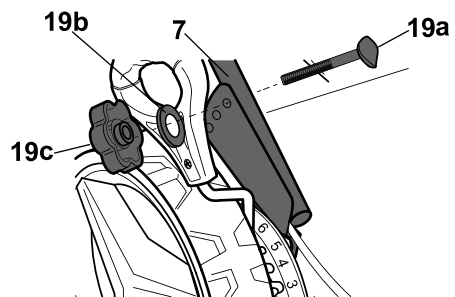

Fig. 3
5. Fixer la poignée inférieure (7) sur le support de poignée (20) avec les kits de montage (19) (Fig. 3).